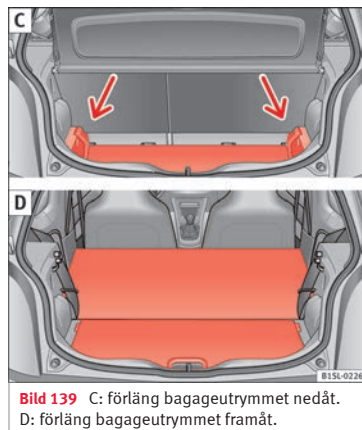

Bild 139 C: förläng bagageutrymmet nedåt. D: förläng bagageutrymmet framåt.
- Höj bagageutrymmets golv och skjut det nedåt i spåren » **bild 139 C** (pilar)